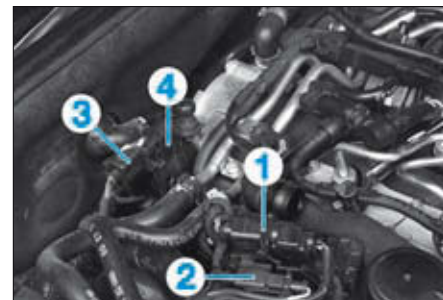

FIG. 63
- le connecteur (1) de la sonde lambda (Fig.63),
- la sonde de température (2) des gaz d'échappement,
- le connecteur (3) du capteur de pression d'échappement (4).
- le capteur de pression (4) et débrancher le tuyau à dépression de celui-ci,